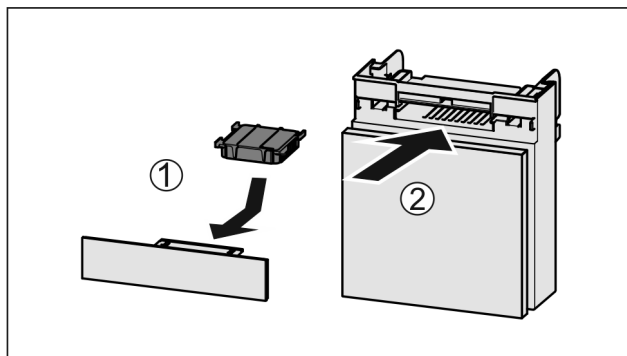

Fig. 124
- ▶ Wkładać Fig. 124 (1) filtr z węglem aktywowanym zgodnie z ilustracją.
- ▶ Wsunąć komorę Fig. 124 (2).